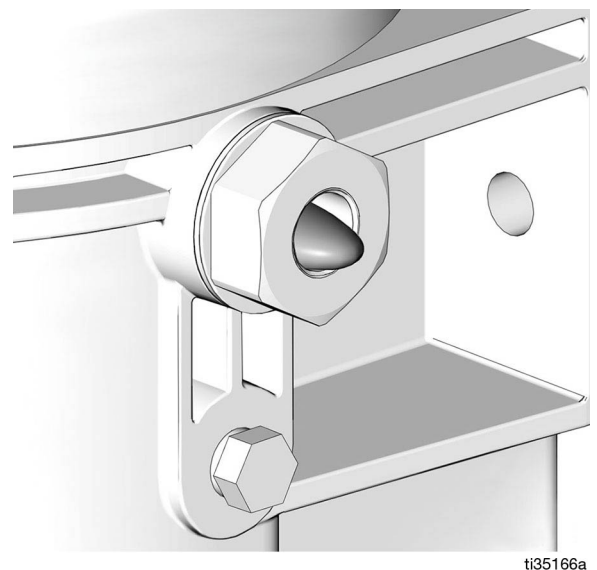

ABB. 24
2. Pumpe nur so lange betätigen, bis keine Luft mehr in dem aus dem Fitting austretenden Schmierfett enthalten ist (ABB. 24).